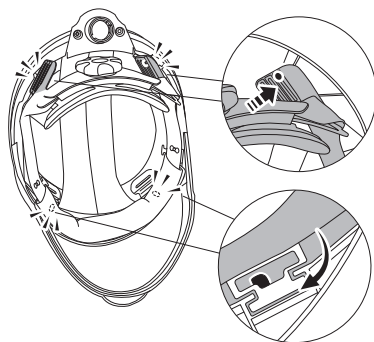

fig.3b
Étape 2: Une fois ajusté, remettez-le dans l'écran facial (4 points réglables) (Voir fig.3b). Assurez-vous que le harnais n'est pas tordu.